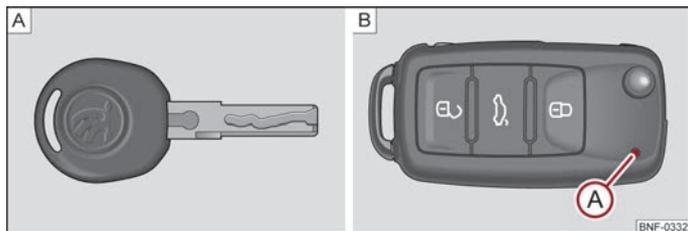
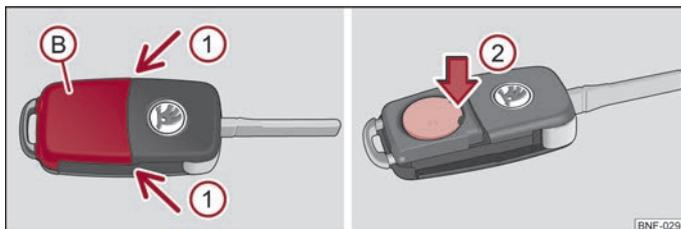

Fig. 7 Chiave senza telecomando / Chiave con telecomando (comando a distanza)
Fig. 8 Chiave con comando a distanza - rimozione del coperchio / rimozione della batteria
Con la vettura vengono consegnate due chiavi. A seconda dell'equipaggiamento, la vettura può essere dotata di chiavi senza telecomando → fig. 7 [A] o con telecomando → fig. 7 [B].
Ogni chiave a distanza è provvista di una batteria alloggiata sotto il coperchio (B) → fig. 8. Quando la batteria è scarica, premendo un tasto della chiave con comando a distanza, la spia di controllo rossa (A) non lampeggia → fig. 7. Si raccomanda di far sostituire le batterie delle chiavi presso un'officina ŠKODA autorizzata. Qualora si desideri comunque sostituire in prima persona la batteria scarica, procedere come segue:
- Premere il coperchio della batteria con il pollice oppure con un cacciavite piatto in corrispondenza delle frecce ①.
- Togliere la batteria scarica dalla chiave premendo verso il basso la batteria in corrispondenza della freccia ② → fig. 8.